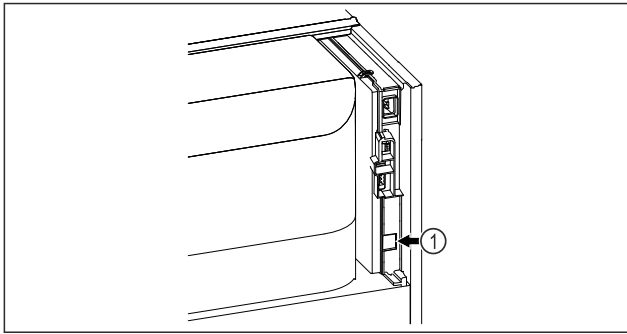

Fig. 132
- Използва се SmartModule Fig. 132 (1).